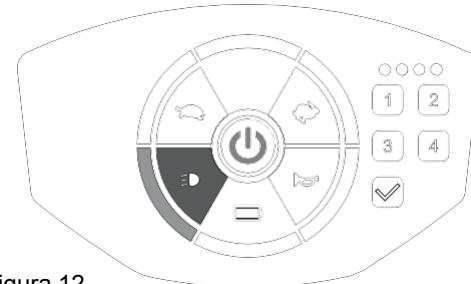

Figura 12
- Apague pulsando de nuevo el botón. La luz [ ] se apagará en el panel. (Figura 12)